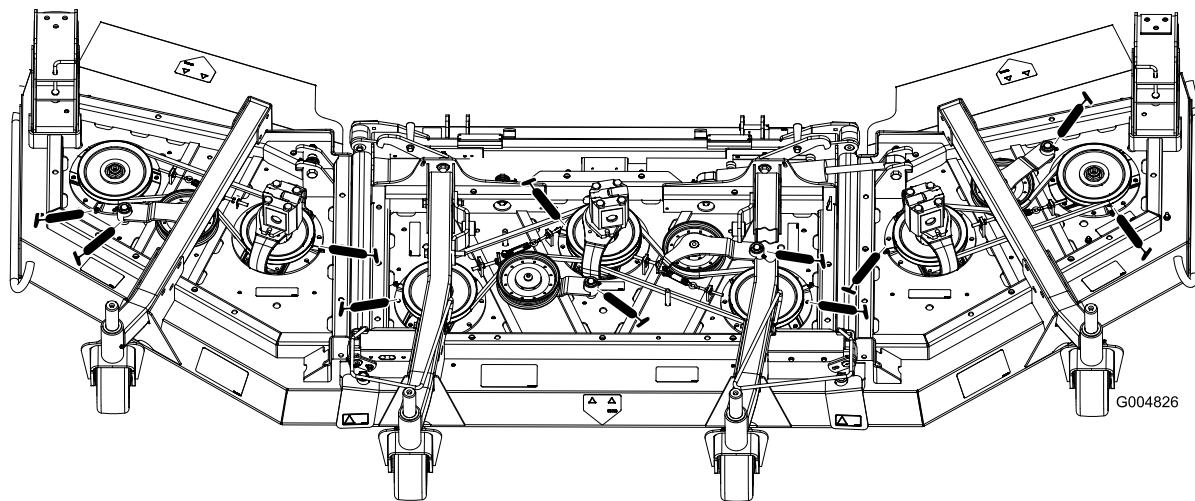

Figura 40
- 3 cuscinetti dell'asse del mandrino – situati sotto la puleggia (Figura 40)
- 2 boccole orientabili del braccio di rinvio (Figura 40)